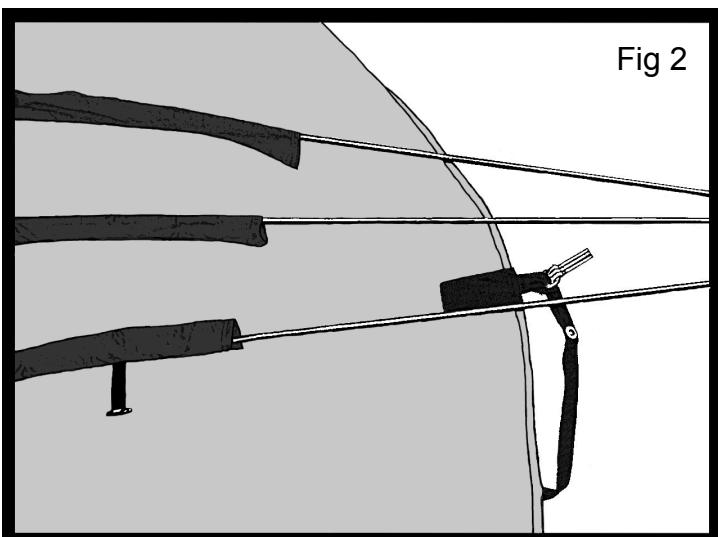

Fig 2
3. Insert the three long aluminium poles through the grey coloured pole sleeves on the Pod tent (Fig 2).
3. Steek de drie lange aluminiumpalen door de grijs gekleurde paalmouwen op de POD-tent (Fig 2).